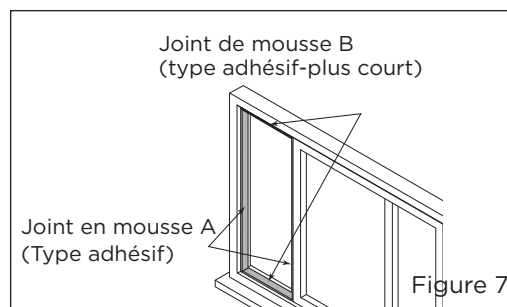

Figure 7
1. Coupez les joints en mousse adhésifs A et B à une longueur appropriée, puis les serrez au battant et au cadre de la fenêtre, comme indiqué. (Voir la Figure 7)